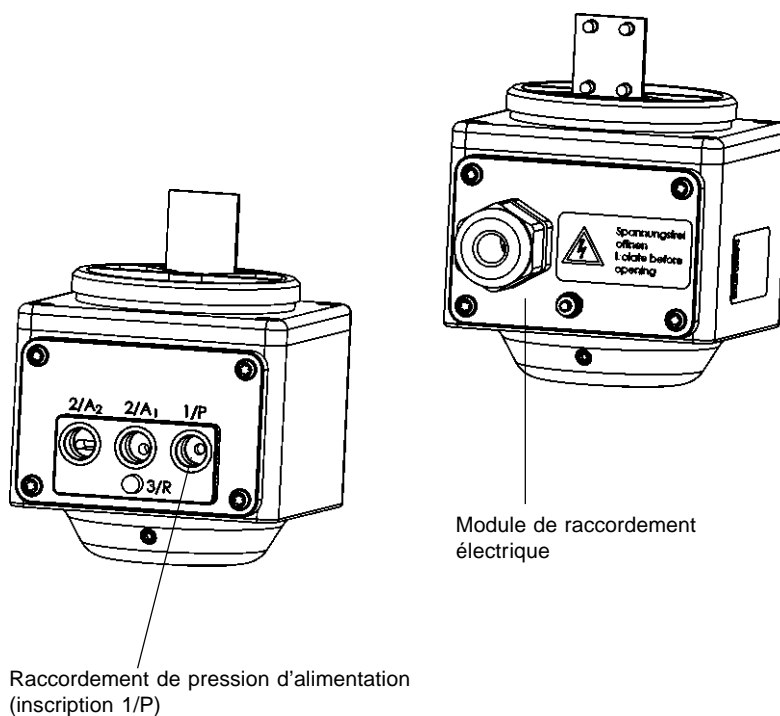

Fig. 1: Vue 3D de MiniTOP, couvercle enlevé
- Mettre la pression d'alimentation au raccord 1/P (voir fig. 1)
L'air d'échappement se dégage par le silencieux (voir figure 1)